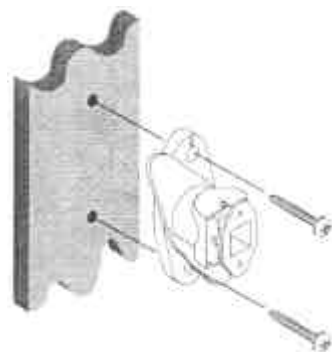

Рис.1
1. Поверните крышку основания кронштейна против часовой стрелки (рис.1). При этом открываются крепежные отверстия и освобождается шарнирная головка.
- б). Разметьте на стене три отверстия (два для установки кронштейна и одно для шурупа, удерживающего контакты датчика снятия со стены) (рис.1 и 2).
5. Закрепите кронштейн SMB-10T на стене с помощью шурупов M3,5 или M4 (рис.1).